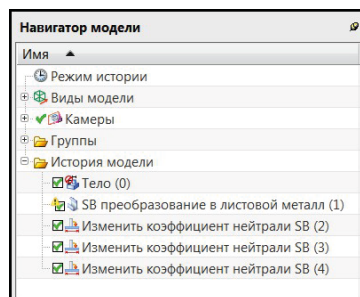

Рис. 3.14. Навигатор модели после выполнения команды «Преобразовать в листовой металл»
6. Выполните преобразование ЭМ детали с распознанными сгибами в листовую металл NX. Нажмите кнопку **Преобразовать в листовую металл** в разделе **Тип** и затем клавишу **Применить**. Результат показан в **Навигаторе модели** (рис. 3.14).